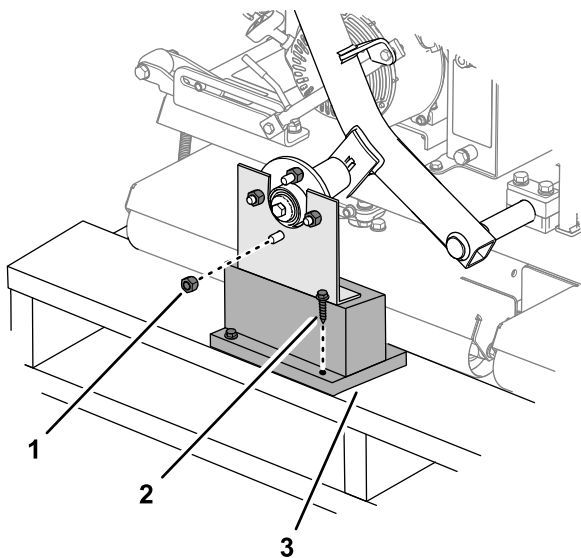

図 3
1. ホイールハブを出荷用ブラケットに固定しているラグナットを取り外す 図 3。
2. ホイールハブのスタッドに付いている他のラグナットを外す 図 3。
3. 出荷用ブラケットをパレットに固定しているラグボルトを外す 図 3。